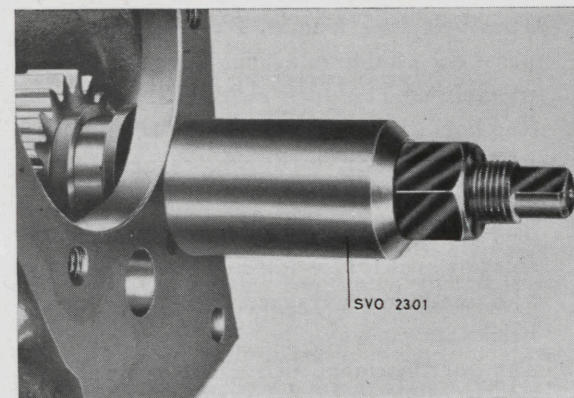

Bild 20. Demontering av backhjul.
10. Tag ut mellanhjulet. Drag ur axeln för backhjulet med avdragare SVO 2301, bild 20. Tag ut backhjulet och övriga delar.